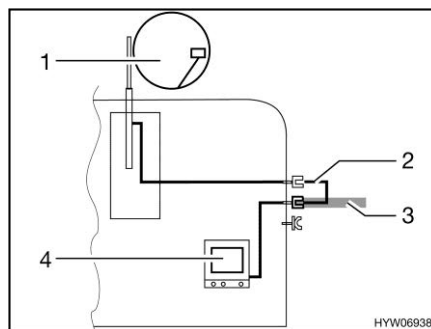

Fig. 109 TV nel veicolo
- TV nel veicolo (Fig. 109,4): Collegamento all'antenna del tetto (Fig. 109,1) con cavo di collegamento (Fig. 109,2)
- TV nel veicolo (Fig. 109,4): Collegamento a antenna esterna (Fig. 109,3)